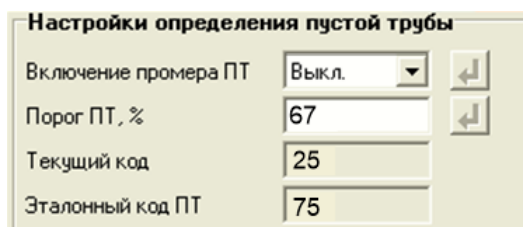

Рис.8. Вид области «Настройки определения пустой трубы».
- во вкладке **Настройки определения пустой трубы** (рис.8) прочитать значения параметров **Эталонный код ПТ** (например, 75 условных единиц) и **Текущий код** (например, 25 условных единиц);